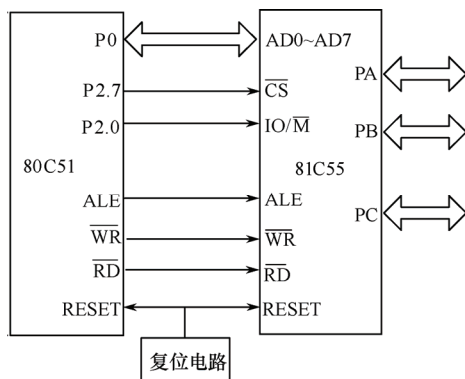

图 9.35 题 9.16 图
9.16 根据图 9.35 的电路, 把 81C55 的 PA 口和 PC 口设置成输入方式, PB 口设置成输出方式, 定时器作为方波发生器, 对输入的脉冲进行 24 分频。试写出满足此要求的初始化程序。